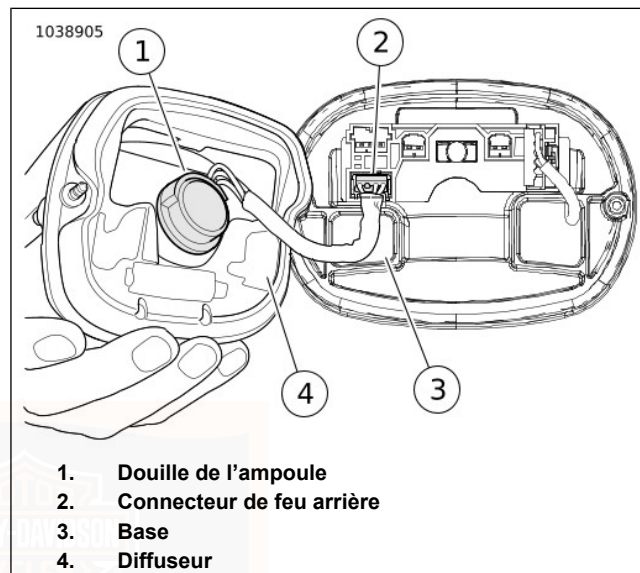

Figure 77. Assemblage de feux arrière incandescent
2. Voir Figure 77. Débrancher le connecteur du feu arrière (3).
3. Tourner la douille d'ampoule (4) d'un quart de tour dans le sens antihoraire et la retirer de l'ensemble de feu arrière. Déposer l'ampoule.
2. Voir Figure 77. Introduire la douille (4) dans l'ensemble de feu arrière. Tourner d'un quart de tour dans le sens horaire.
3. Attacher le connecteur de feu arrière (3).